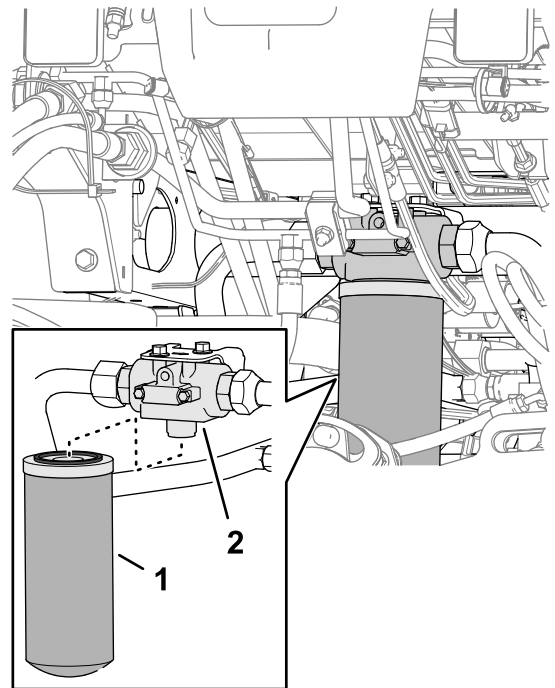

图 103
2. 在机器前面在回流过滤器下方放置一个放油盘 图 103。